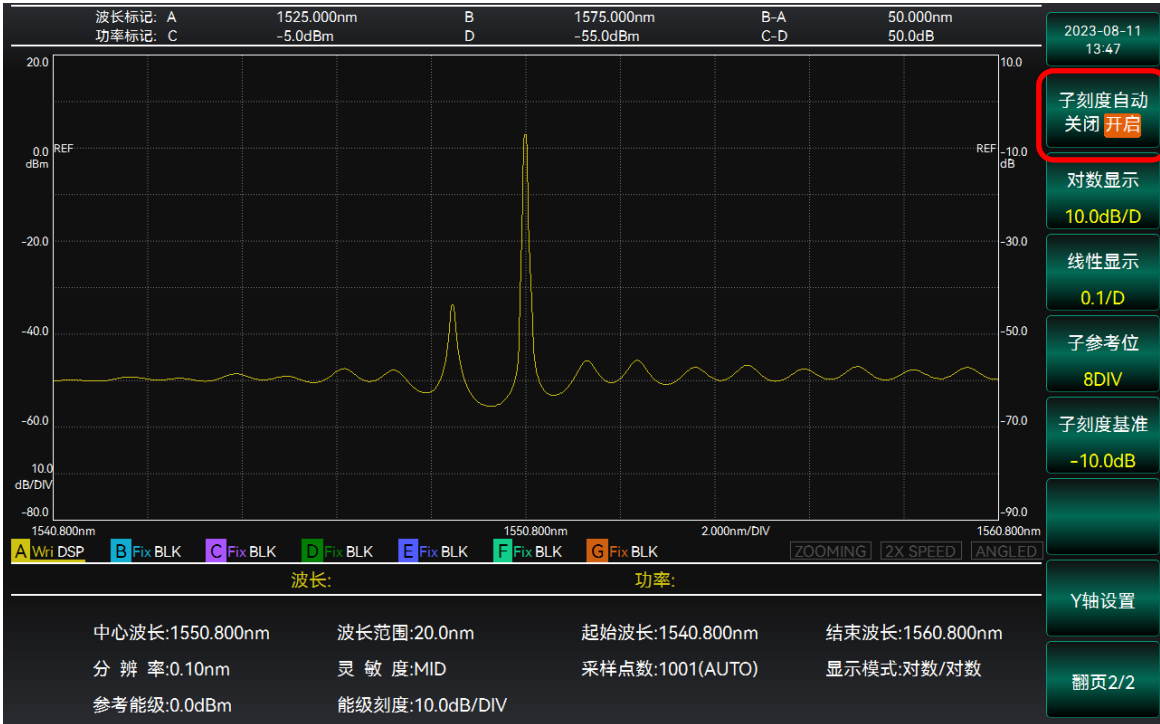

图 3.30 设置子参考能级界面
2. 选择【子参考位】，通过旋钮或者数字键输入子参考值，完成设置，操作界面如图 3.30 所示。